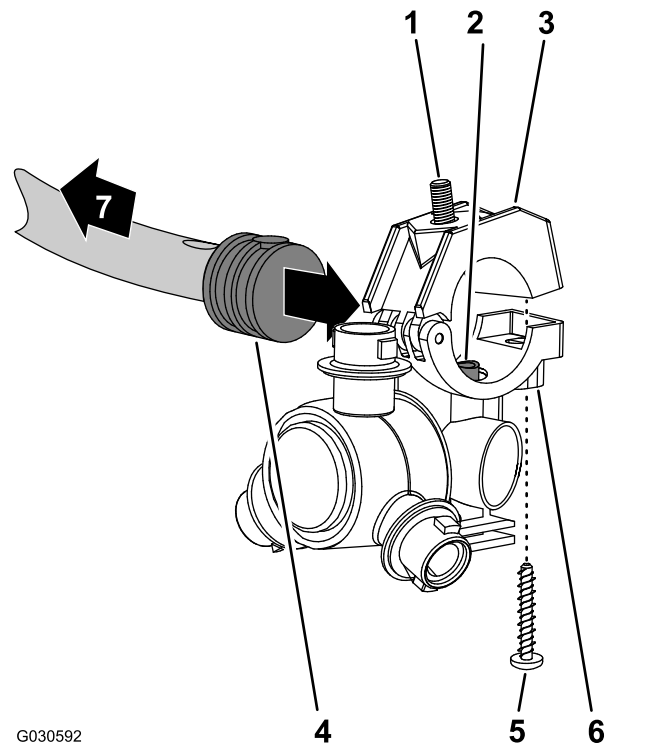

Рисунок 143
1. Совместите трубу для перекачивания в опоре распылительного сопла (Рисунок 143) с отверстием в боковой части хвостовика одностороннего шлангового штуцера типа «елочка» (½ дюйма).
2. Закройте верхнюю половину зажима поверх хвостовика шлангового штуцера типа «елочка» и закрепите половину зажима и корпус распылительного сопла (Рисунок 143) с помощью винта из нержавеющей стали (№ 12 x 1¼ дюйма); затяните винт из нержавеющей стали с моментом от 14 до 18 Н·м.